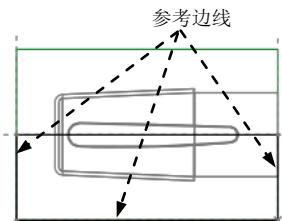

图 7.34 截面草图
(2) 绘制截面草图。进入草绘环境后, 选取图 7.34 所示的坯料边线和 **MAIN_PARTING_PLN** 基准平面为参考; 然后单击 **关闭 (C)** 按钮, 绘制图 7.34 所示的截面草图 (为一矩形), 完成截面的绘制后, 单击 “草绘” 操控板中的 “确定” 按钮 .